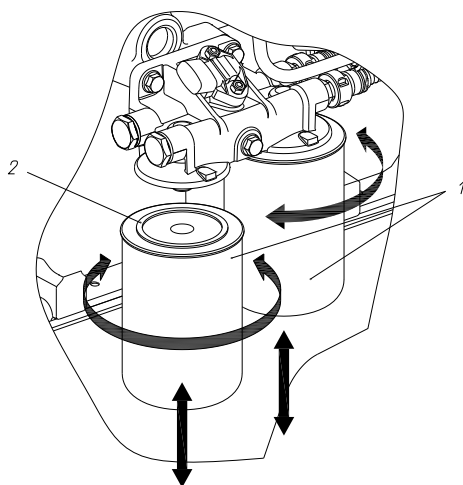

Рисунок 44 – Снятие сменных фильтров для топлива:
2. Отвернуть сменные фильтры для топлива 1 (рисунок 44).